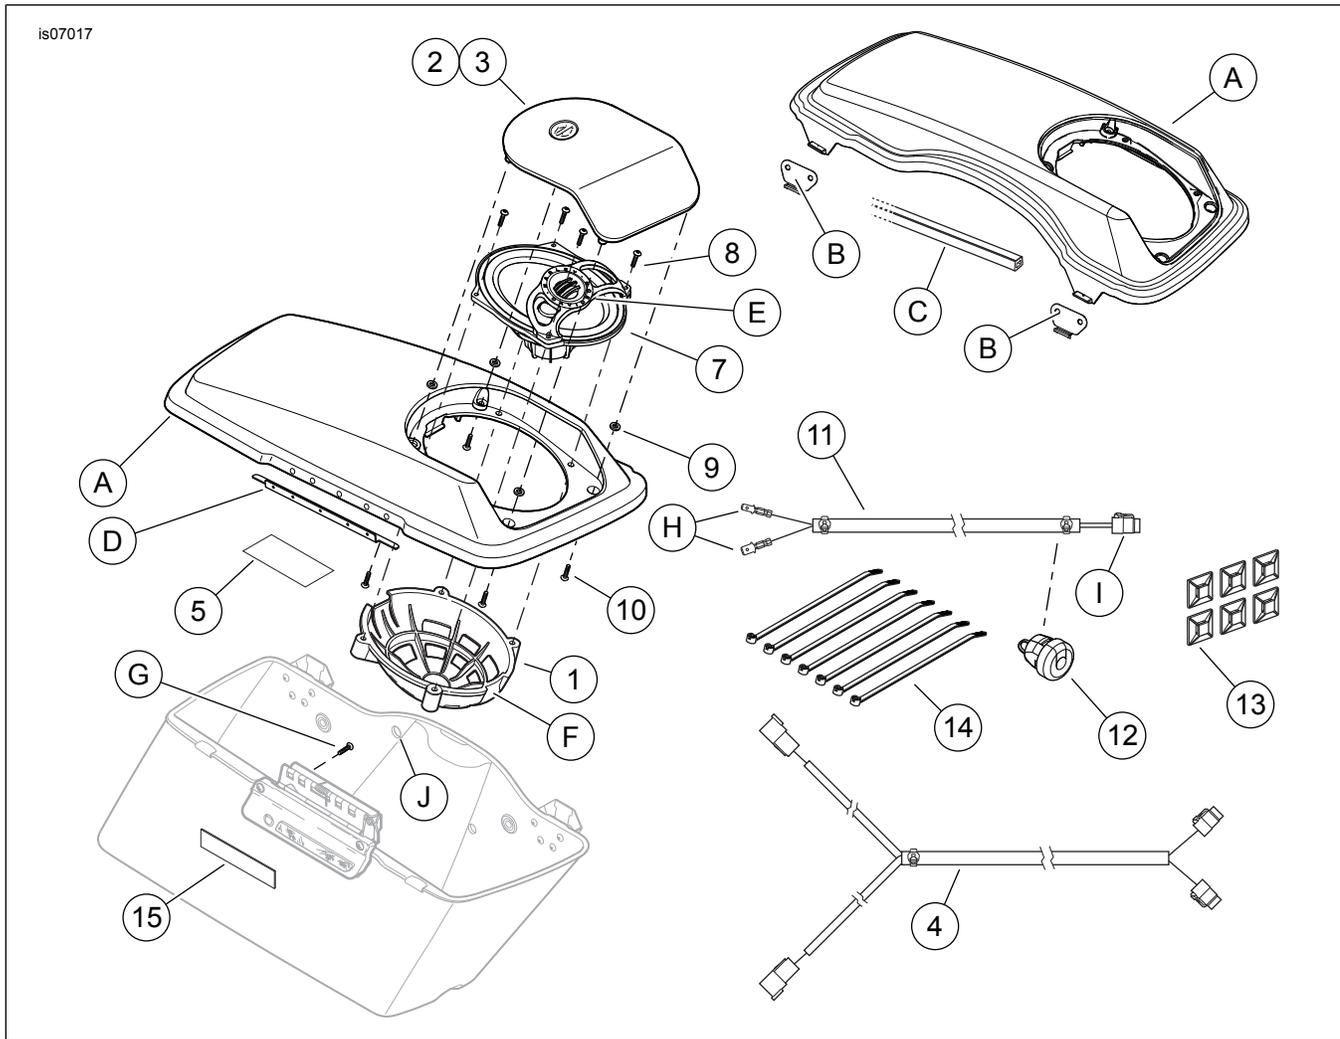

Abbildung 7. Ersatzteile, Boom! Audio-Satteltaschen-Lautsprechersatz
1. Siehe Abbildung 7. Die Buchsengehäuse an den zwei langen Zweigen an einem Ende des hinteren Lautsprecherkabelbaums (4) prüfen. In einem der Buchsengehäuse (mit der Beschriftung „RIGHT“ [rechts]): Dieses Gehäuse an den Pin-Steckverbinder von der **rechten** Satteltasche anschließen. Im verbleibenden Buchsengehäuse (nicht beschriftet): Dieses Gehäuse an den Pin-Steckverbinder von der **linken** Satteltasche anschließen.
6. **Verbinden der hinteren Lautsprecher-Steckverbinder:** Siehe Abbildung 7. Die Kabelfarben in Hohlräumen 5 und 6 des 6-poligen Buchsengehäuses am hinteren Kabelbaum (4) mit den Kabelfarben in den 6-poligen Pingehäusen [41A] und [42A] des Radiokabelbaums oder Nicht-Ultra-Überlagerungskabelbaums in verbinden. Die Buchsengehäuse für den rechten und linken Lautsprecher an die korrekten Pingehäuse anschließen.
Siehe Abbildung 7. Zwei Satteltaschenlautsprecher-Überbrückungskabelbäume (11) aus dem Satz bereitlegen.